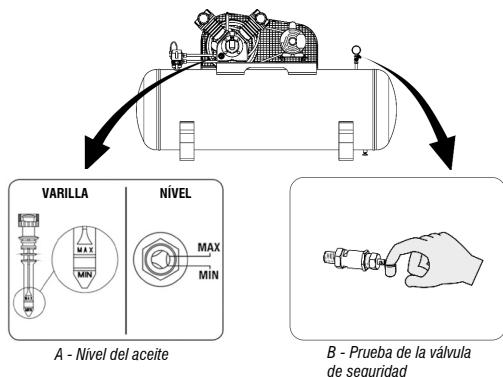

Fig. 15 – Procedimiento de arranque
- a. Verifique el nivel de aceite, que deberá estar en el centro del visor de nivel (Fig. 15).
- f. Verifique o funcionamiento da válvula de segurança Fig 15 - B).